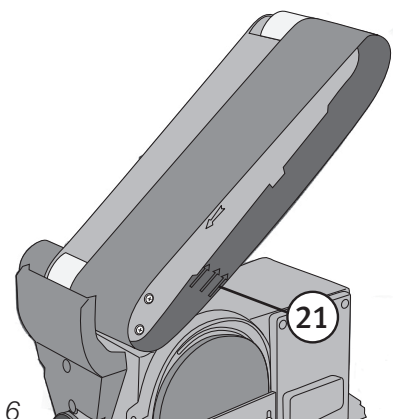

Abb. 6
8. Das neue Schleifband in der richtigen Drehrichtung montieren. Und zwar muss der Richtungspfeil auf der Innenseite ((21) auf Abb. 6) in die Drehrichtung des Schleifbandes zeigen. Außerdem darauf achten, dass das Schleifenband mittig auf den beiden Walzen aufliegt.